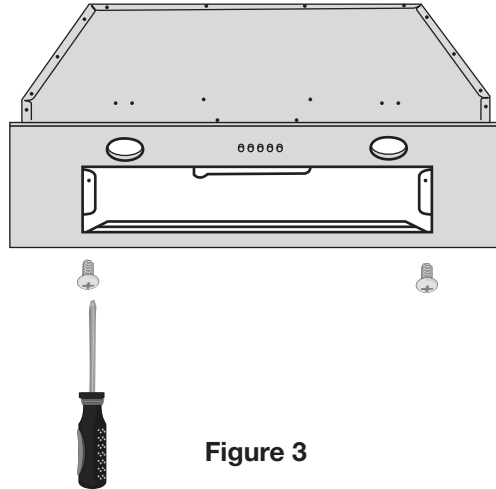

Figure 3
- Retirez le filtre, les rondelles à DEL et le couvercle de la hotte. (Voir figure 3)